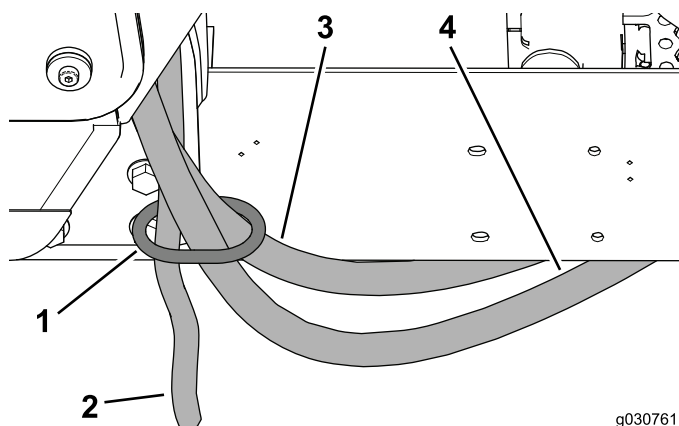

Рисунок 38
4. Проложите шланги для обогревателя и сливной шланг, продев их через кольцо для шлангов на заднем креплении кабины (Рисунок 38).